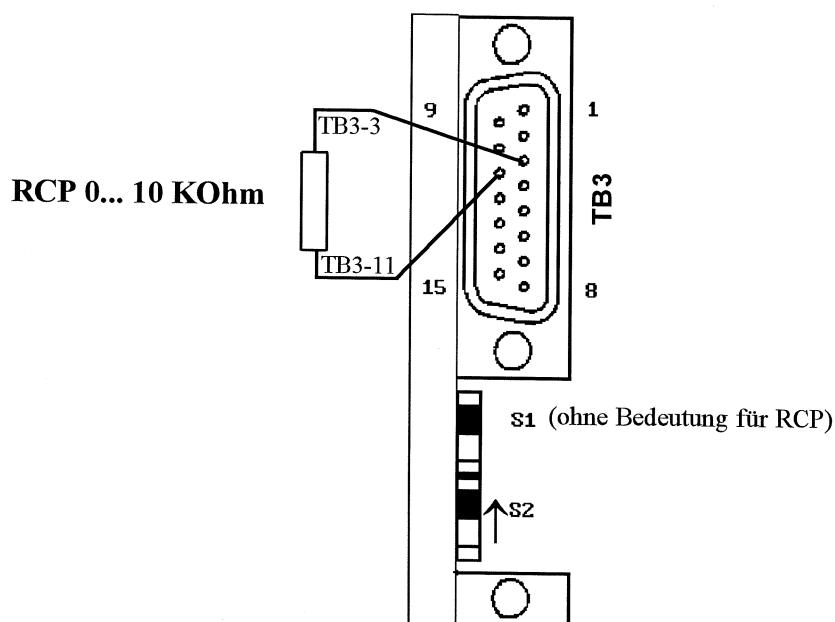

Fig.7
2. Den Programmierwiderstand zwischen TB3-3 und TB3-11 anschließen (siehe Fig.7).